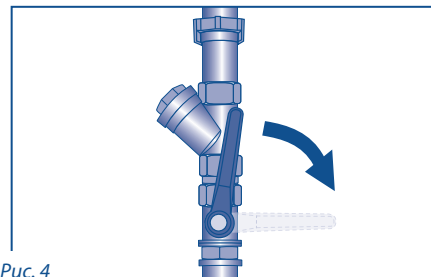

Рис. 4
7. Перед началом установки водоочистителя перекройте подачу воды в трубопроводе (рис. 4).